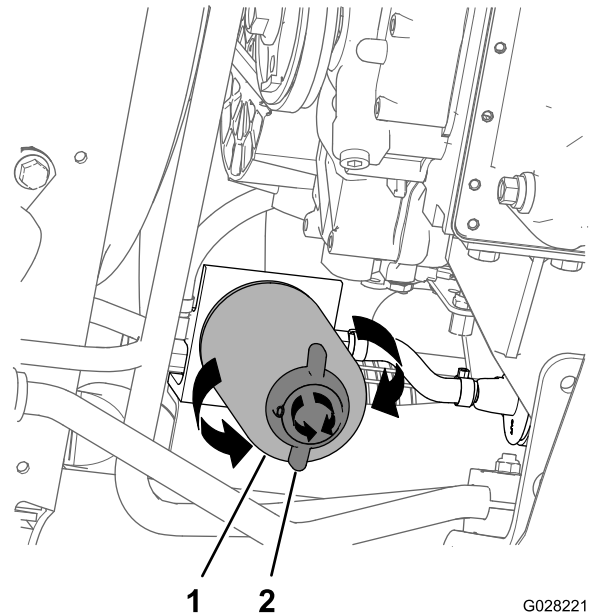

図 75
4. 燃料フィルタの下に燃料を受ける容器をおく 図 75 水分離フィルタの交換 (ページ 56) を参照。
2. 水分離フィルタの下に受け容器をおく 図 75。
3. 水分離フィルタ下部のドレンバルブを左に回し 図 75、
4. 水分離フィルタとフィルタアダプタの周辺をウェスできれいにぬぐう 図 75。
5. 水分離フィルタを取り外す (図 75)。
9. 水分離フィルタ下部のドレンバルブが右回しにしっかり締め付けてあることを確認する 図 75。